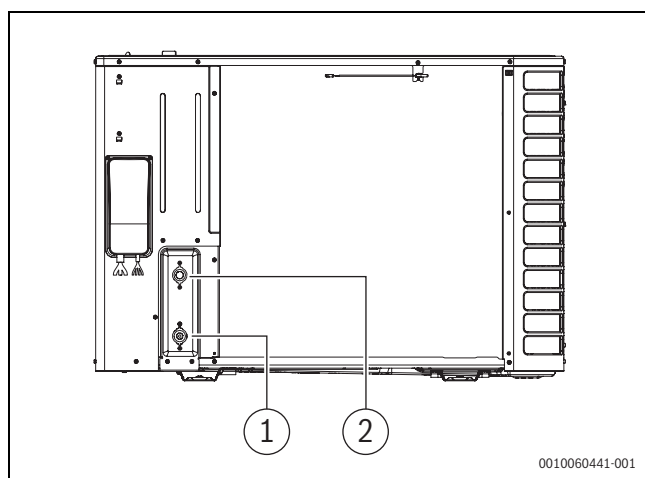

Fig. 29 Raccords de tuyaux du fluide caloporteur ; la description s'applique à toutes les tailles.
- Raccorder la conduite de retour de l'unité intérieure à l'entrée du fluide caloporteur (→ [1], fig. 29).
- Raccorder la conduite de départ de l'unité intérieure à la sortie du fluide caloporteur (→ [2], fig. 29).